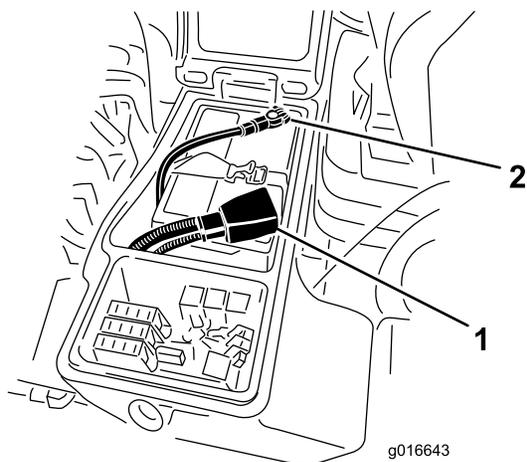

Figure 64
4. Raccordez le câble positif (rouge) de la batterie à la borne positive (+) et le câble négatif (noir) à la borne négative (-) (Figure 64). Fixez les câbles aux bornes avec les vis et les écrous. Assurez-vous que le collier du câble positif (+) est bien engagé sur la borne de la batterie et que le câble est placé tout près de la batterie. Le câble ne doit pas toucher le couvercle de la batterie. Placez le capuchon protecteur sur la borne positive pour éviter les courts-circuits.